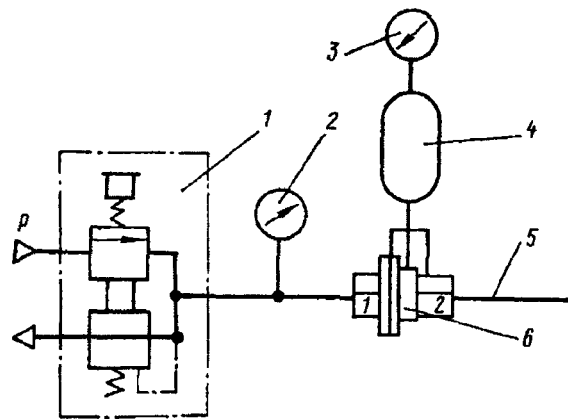

Рис. 316. Схема подключения двухмагистрального клапана:
1. Подключите прибор 6 по схеме, изображенной на рис. 316.